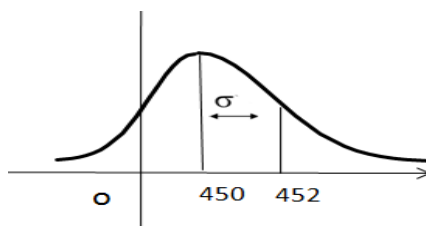

图 5-12 正态分布图
解：①炉温服从 $N(452, 2)$ 正态分布，画出正态分布图 5-12 所示进行分析。